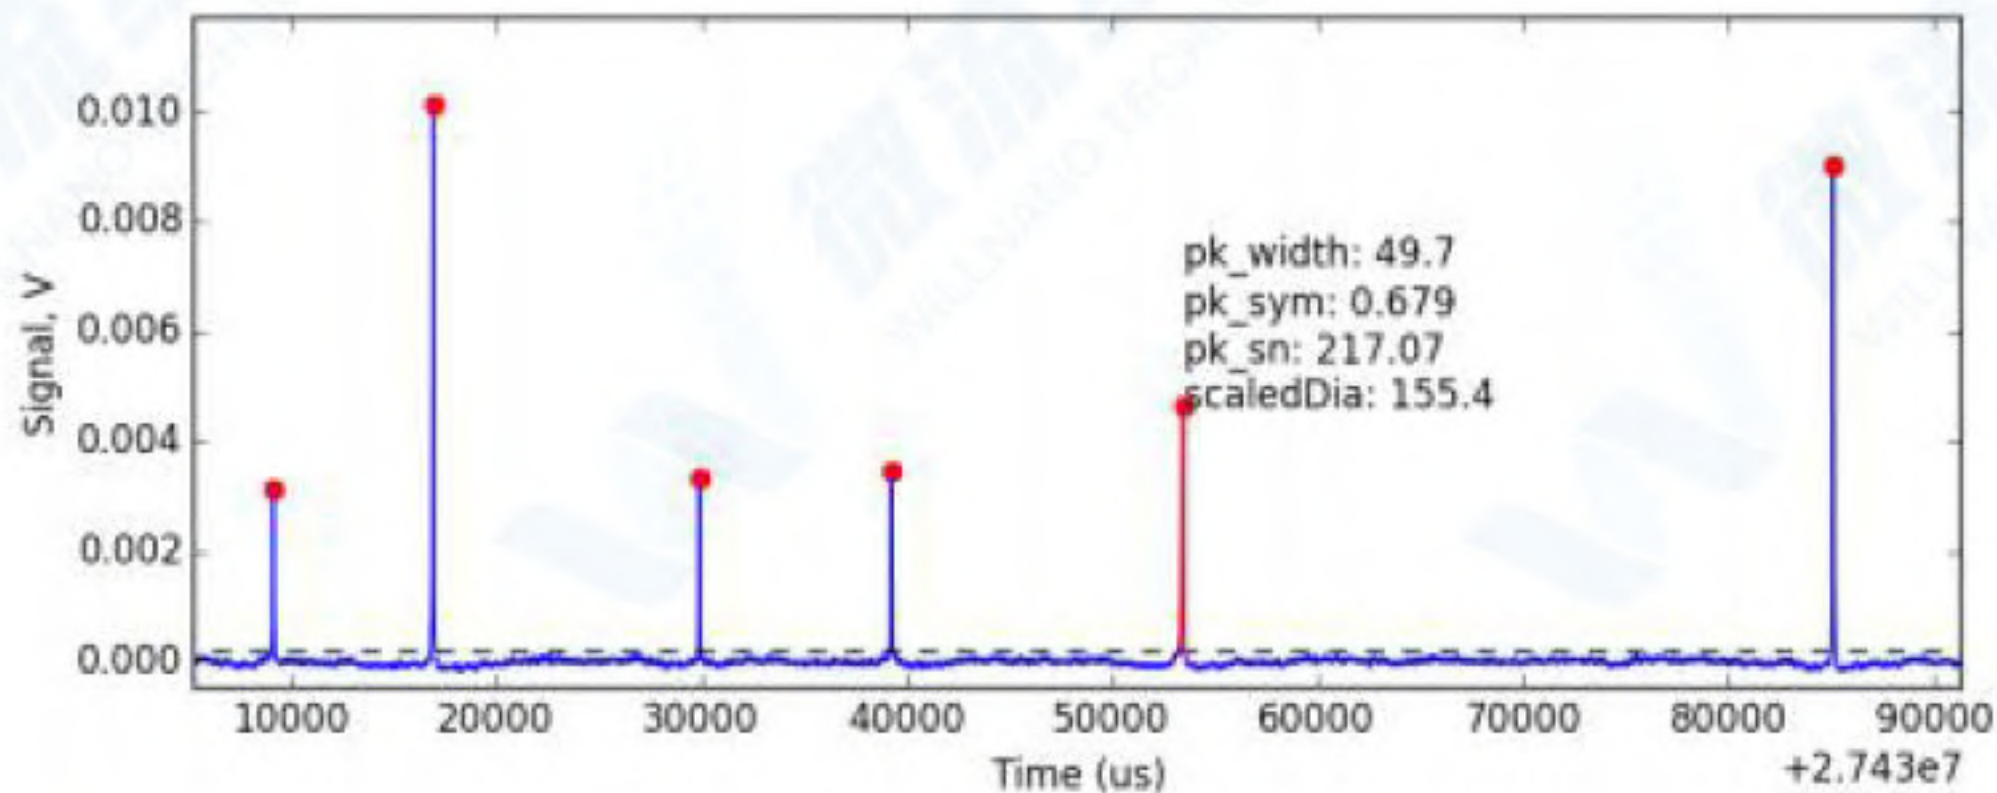

图12: 原始数据中单个检测峰值的检查
- ❖ 在足够放大的状态下，点击具体峰值，即可显示该峰值的详细测量信息 (如图12所示)。